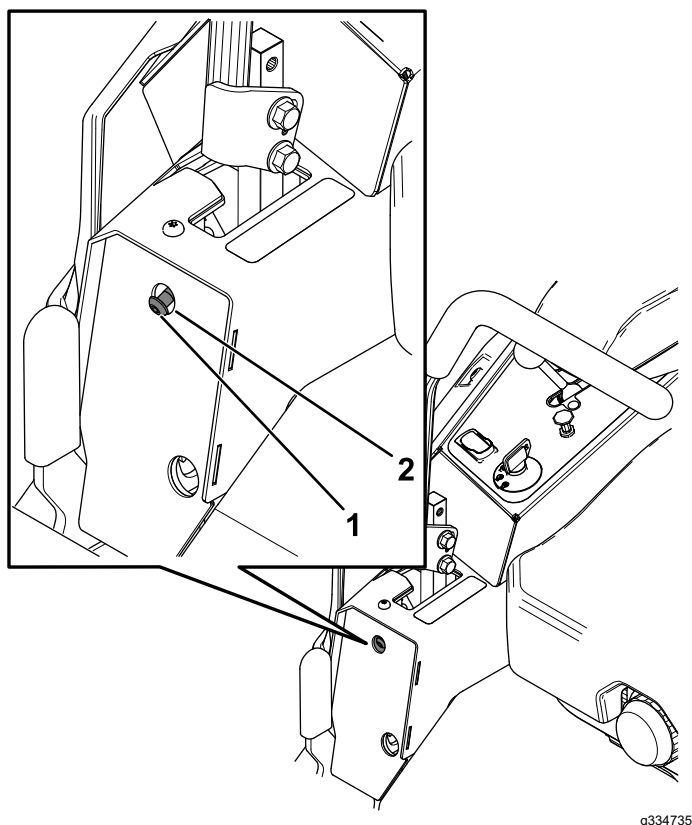

Figura 57
6. Se la macchina tira a destra, inserite una chiave esagonale da 3/16" nel foro di accesso del pannello di copertura anteriore sinistro e ruotate la vite di allineamento in senso orario o antiorario per regolare la corsa della leva (Figura 57).
7. Se la macchina tira a sinistra, inserite una chiave esagonale da 3/16" nel foro di accesso del pannello di copertura anteriore destro e ruotate la vite di allineamento in senso orario o antiorario per regolare la corsa della leva (Figura 57).